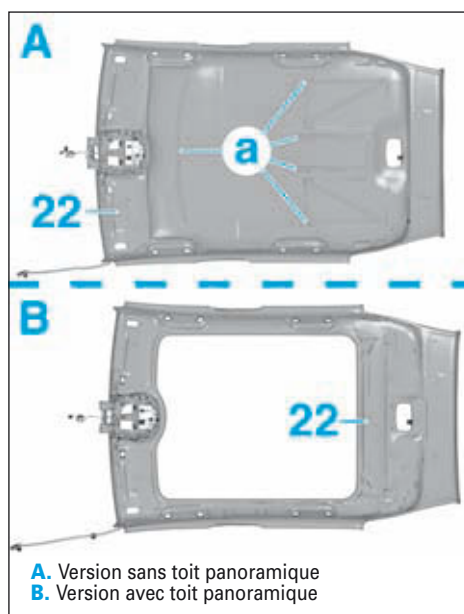

FIG.60
- A l'aide d'un second opérateur (Fig.60) :
- Déposer le garniture de pavillon (22) et la dégager par l'arrière du véhicule.